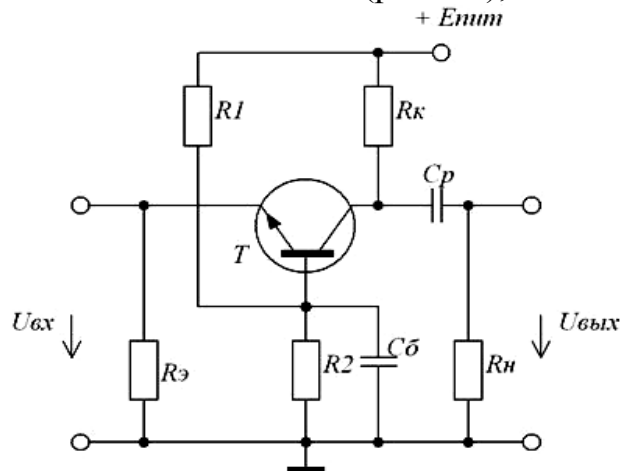

Рис.1.1. Схема транзисторного усилителя с общей базой
1) схемы с общей базой - ОБ (рис.1.1);